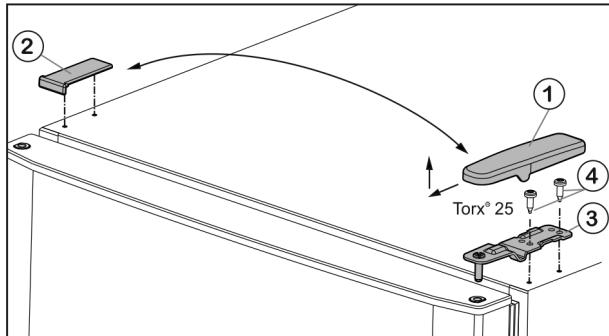

Fig. 5
- Retirar la cubierta Fig. 5 (1) tirando de ella hacia delante y arriba.
- Levantar la cubierta Fig. 5 (2).
- Desatornillar el soporte de rodamiento superior Fig. 5 (3)(2 veces para Torx® 25) Fig. 5 (4) y retirarlo tirando de él hacia arriba.
- Colocar el soporte de rodamiento superior Fig. 5 (3) en el nuevo lado de las bisagras de la puerta.
- Enroscar el soporte de rodamiento superior (**con 4 Nm**) (2 veces para Torx® 25) Fig. 5 (4). En caso necesario, utilizar un destornillador eléctrico.
- Colocar de nuevo desde fuera la cubierta Fig. 5 (1) en el lado opuesto y encajarla.
- Colocar desde arriba y encajar la cubierta Fig. 5 (2), respectivamente, en el lado opuesto.